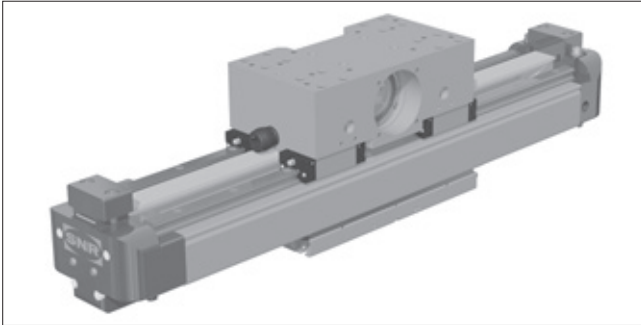

Bild 5.15 ____ AXS –Teleskopachse, horizontal mit Zahnriemen - Ω - Antrieb
- Teleskopachsen für horizontalen und vertikalen Einsatz (Bild 5.15 bis 5.17)